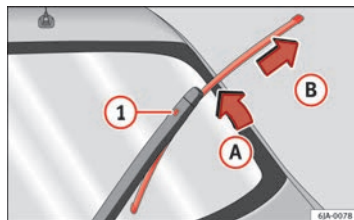

Fig. 68 Escova do limpa-vidros traseiro
- Remova o braço do limpa pára-brisas do vidro, movendo ligeiramente a escova no sentido do braço - seta ① ⇒ Fig. 68.
- Com a outra mão, desbloqueie o mecanismo de segurança ① e retire a escova no sentido da seta ②.